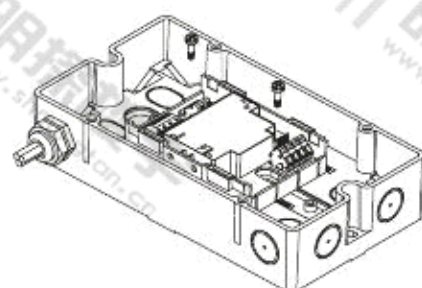

图 3
- 保护盒 FDCH221 安装 (图 3)
5. 使用两颗 M3 x 12 螺钉将模块固定在保护盒内 (图 3)。